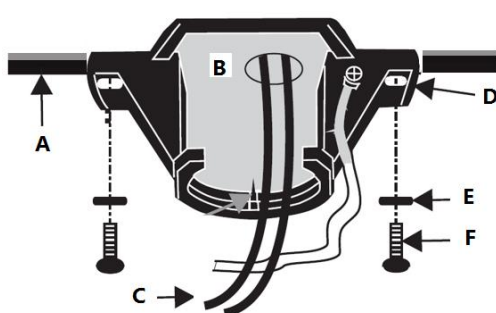

Fig. 7
**Pase los cables de alimentación (C)** de la caja de salida del techo (B) a través del centro del soporte de montaje del techo (D). Instale el soporte de montaje en el techo (D) en la caja tomacorrientes (B) con los tornillos de armado (F) suministrados con la caja tomacorrientes y las arandelas (E) incluidas con el ventilador. **Fig. 7**